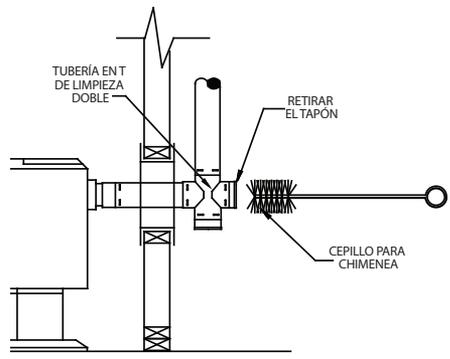

Figura 14
C. Conecte un adaptador de tubería y una sección de tubería juntas; luego, selle la conexión a la salida de escape trasera. Conecte una tubería en T individual con adaptador de limpieza o un conector en T doble con adaptador de limpieza, y siga conectando las secciones de tubería hacia arriba de la pared. Instalar una tubería en T doble con adaptador de limpieza en el exterior de la pared permite cepillar el tramo de la ventilación horizontal a través del equipo (**Figura 14**).